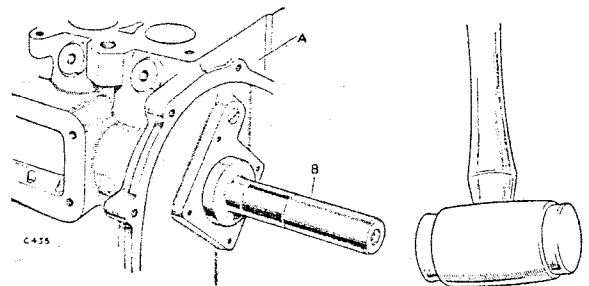

Fig. A-307—Desmontaje del cojinete exterior del árbol de levas.
2. Hágase punzonar el cojinete delantero del árbol de levas en la cámara de taqués delantera, usando la herramienta No. 274388, retirándose después el cojinete del orificio de la cámara. Véase Fig. A-307.